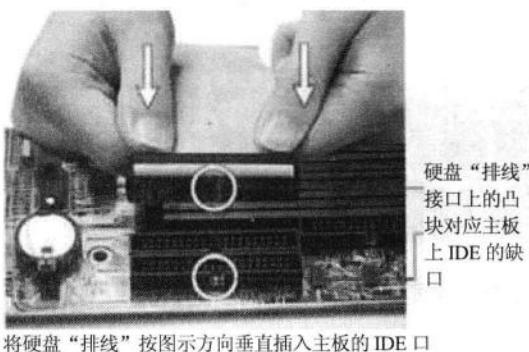

图1-1-15 硬盘数据线连接
③ 先将 IDE 线在硬盘上的 IDE 口上插好，然后再将其插紧在主板 IDE 接口中，最后再将 ATX 电源上的扁平电源线接头在硬盘的电源插头上插好即可。需要注意的是，如果所用 IDE 线无防插反凸块，在安装 IDE 线时需本着以 IDE 线上有“红线一端对电源接口”的原则来进行安装。硬盘数据线连接如图 1-1-15 所示。